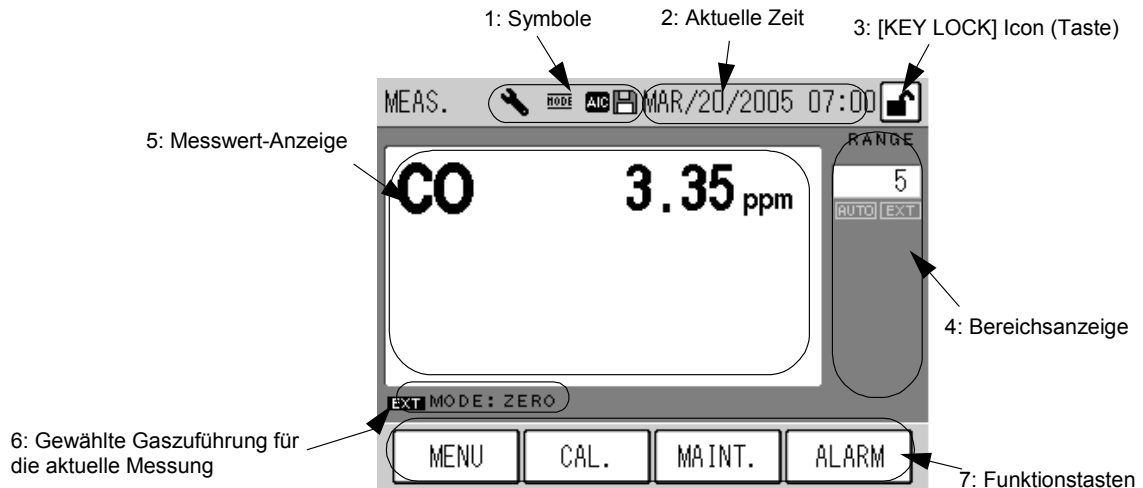

Fig. 5 Messbildschirm
Um das CAL.- Fenster aufzurufen, drücken Sie die Funktionstaste [CAL.] auf dem Mess-Fenster. (Fig. 5 auf Seite 6).
- [CLOSE]: Kehrt zum Hauptfenster (Mess-Fenster) MEAS. zurück (Fig. 5 auf Seite 6).